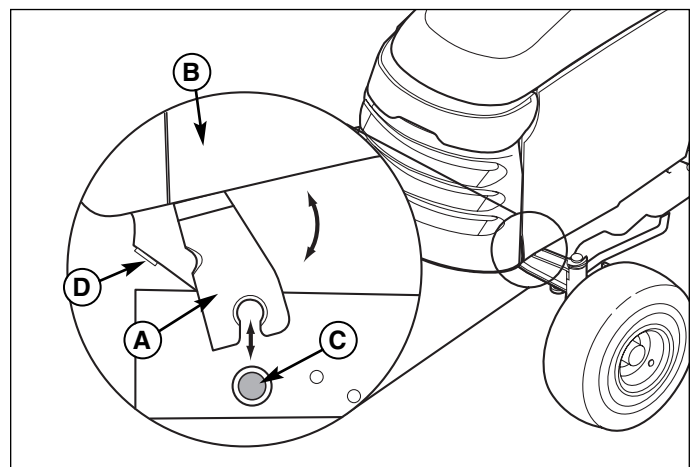

Figure 16. Dépose et pose du capot
3. Ramener légèrement le capot (B, Figure 16) et le soulever hors des broches de pivotement (C). Poser le capot sur surface propre et plane.
1. Engager les pattes de pivotement (A, Figure 16) sur les broches (C).
2. Basculer le capot vers l'avant jusqu'aux butées (D).
3. Poser une douille avec ampoule (A) en l'enfonçant dans l'optique (B) et en tournant la douille vers la droite. Refaire la même chose de l'autre côté.